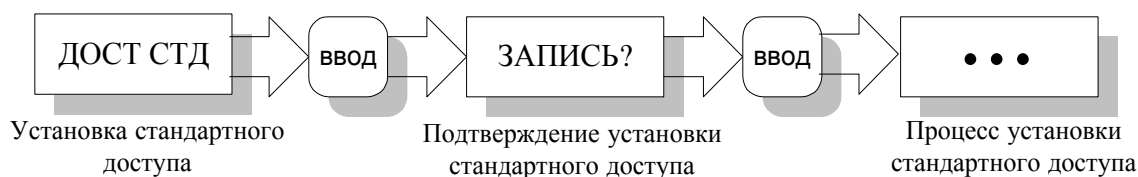

Рис. 21
5.3.15.4.5. Алгоритм установки стандартных (заводских) прав доступа приведен на рис. 21.